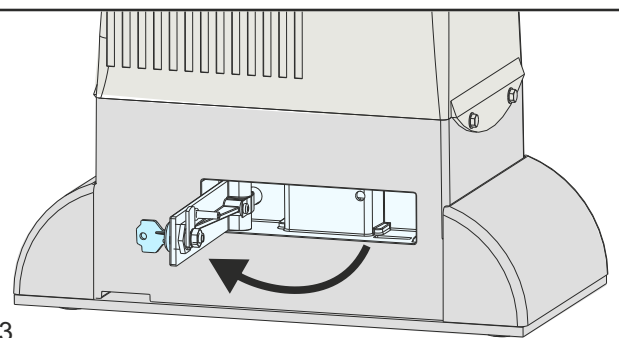

Abb. 33
- Den Entriegelungshebel bis zum Anschlag ziehen, ca. 90° (Abb. 33)